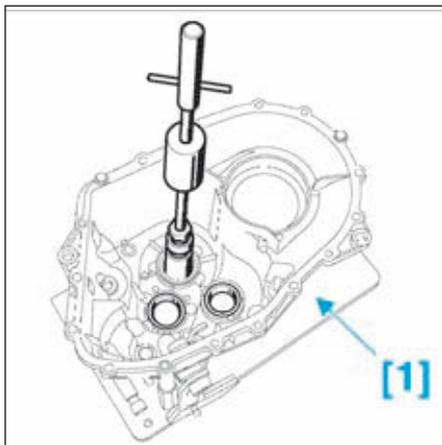

FIG.41
- Positionner le carter de mécanisme à l'aide de l'outil [1] et le fixer avec les trois vis (Fig.41).